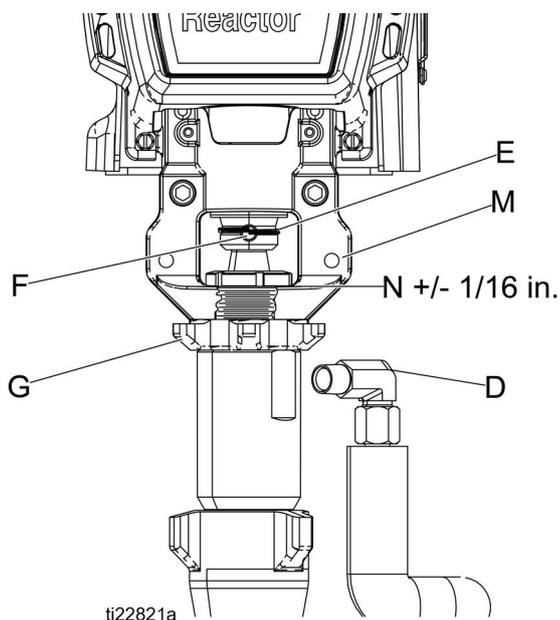

图 3
1. 确保防松螺母 (G) 是以平的一侧朝上拧到泵上。将泵拧入轴承套 (M)，直到销针孔对齐。将销针 (F) 推入。将固定线夹 (E) 向下拉。请参见图 3，了解视图和装配注释。
2. 继续将泵拧入轴承套，直到流体出口 (D) 与钢管对齐而且顶部螺纹距离轴承面 (N) 上下 1/16 英寸 (2 毫米)。
3. 用无火花榔头重重击打防松螺母 (G)，使其紧固。
4. 重新连接流体入口 (C) 及出口 (D)。